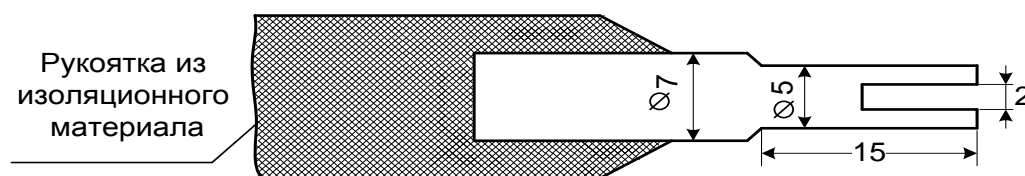

Рисунок 4. Приспособление для регулировки контактных пружин автопереключателя
7.7.5. Регулировка пружин контактных колодок автопереключателя (при необходимости) производится при выключенном положении курбельного контакта и при отсутствии ножей между контактными пружинами специальным ключом (см. рис. 4), следующим образом: